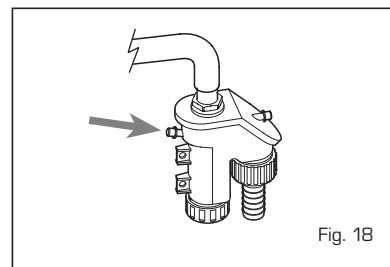

Fig. 18
4.4 NETTOYAGE ET ENTRETIEN (fig. 18)
Au cours des opérations d'entretien, il est nécessaire que le personnel technique agréé contrôle que l'égouttoir siphonné est plein d'eau (cette vérification est surtout nécessaire quand le générateur reste inutilisé pendant un long laps de temps). Le remplissage éventuel se fait par l'orifice prévu à cet effet (fig. 18).